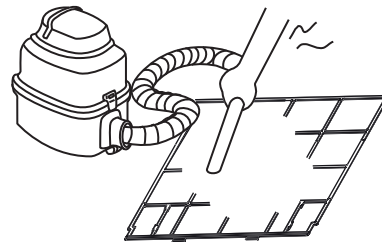

Fig. 6-2
- El lado del paso de aire debe estar orientado hacia arriba si se usa una aspiradora (véase la fig. 6-2).